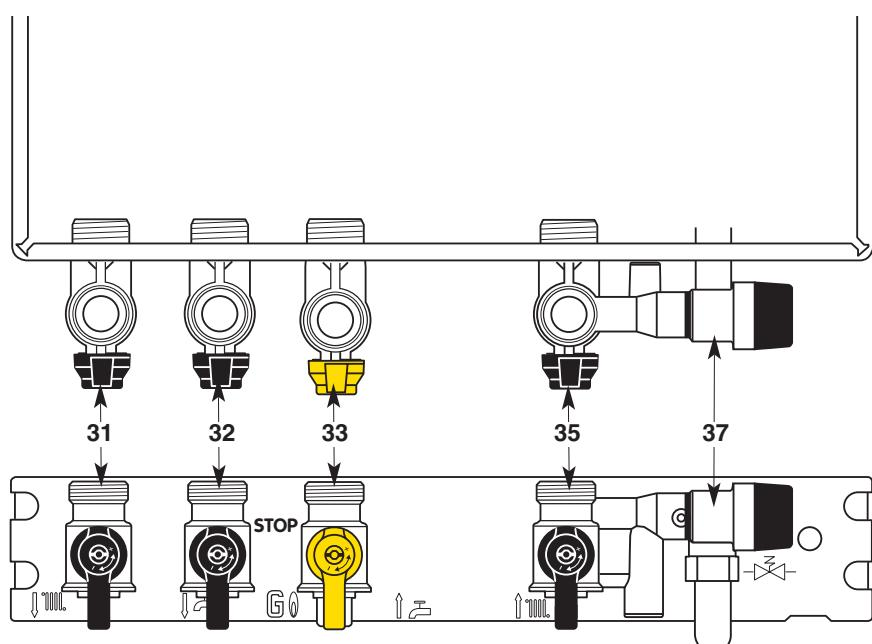

Abb. 22 - Aufsicht und Vorderansicht
Armaturenhalterung (Abb. 22)
3. Öffnen Sie die Gaszuführung am Gashahn 33 (Abb. 22) und stellen Sie ihn auf die Position «».
- Drehen Sie den Gashahn 33 (Abb. 22), auf«STOP» um die Gaszuführung zu unterbrechen.
Sie das Ausgangsventil der Heizung (Abb. 22).